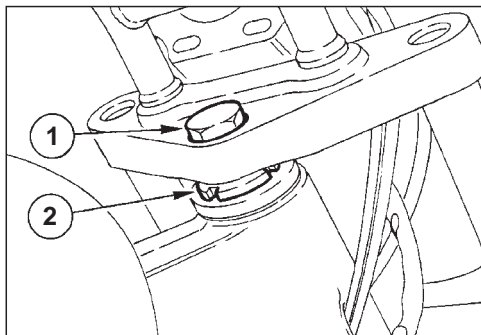

Fig. 33
- ◆ Allentare il dado centrale cannotto (1-Fig. 33).
- ◆ Effettuare la registrazione del gioco tramite la ghiera (2-Fig. 33).
- ◆ Serrare il dado centrale cannotto (1-Fig. 33) e le viti fissaggio piastra inferiore.